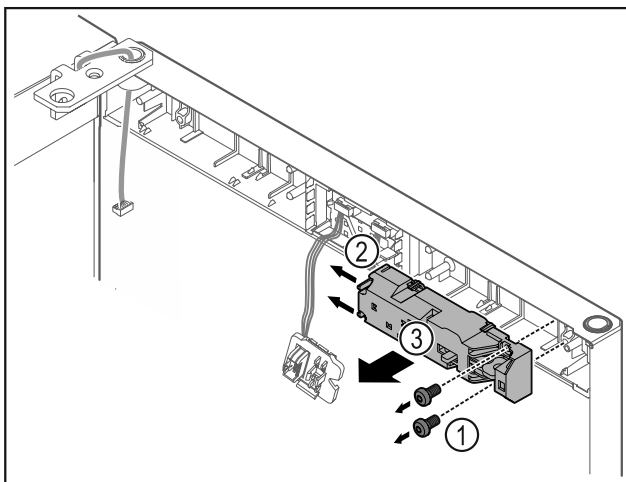

Fig. 18
- ▶ Odstraňte šrouby Fig. 18 (1).
- ▶ Nosy zarážky Fig. 18 (2) stlačte na stranu a sejměte dálkový zámek Fig. 18 (3).